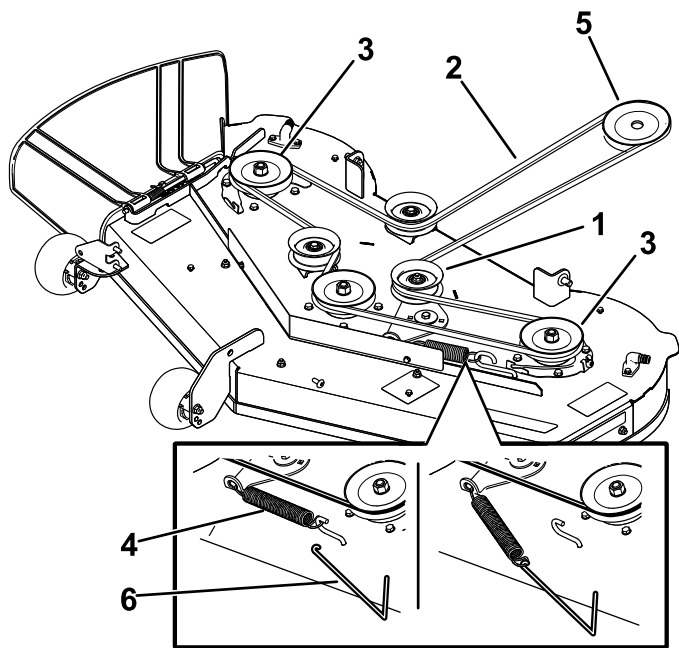

**Figura 54**
- 6. Utilizzando un attrezzo per la rimozione delle molle (n. cat. Toro 92-5771), rimuovete la molla del tendicinghia dal gancio del piatto di taglio per eliminare la tensione sulla puleggia tendicinghia e fate scorrere via la cinghia dalle pulegge (Figura 54 o Figura 55).
7. Montate la nuova cinghia attorno alla puleggia del motore e a quelle del tosaerba (Figura 54 o Figura 55).
8. Servendovi di un attrezzo per la rimozione delle molle (n. cat. Toro 92-5771), agganciate la molla del tendicinghia al gancio del piatto di taglio e mettete in tensione la puleggia tendicinghia e la cinghia del tosaerba (Figura 54 o Figura 55).